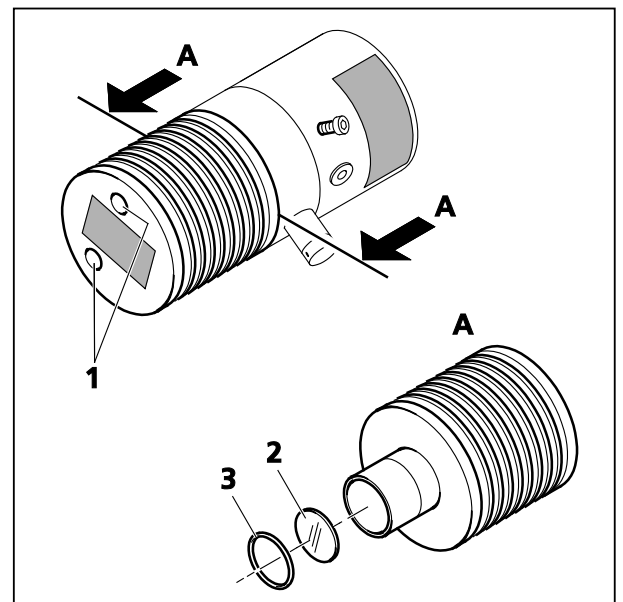

Bild 6 Graufilter installieren
- Die zwei Schrauben (Bild 6/1) am Gehäuse der VIS-LED lösen.
- Den O-Ring (Bild 6/3) vor der Streuscheibe herausnehmen.
- Das Graufilter 12 % (Bild 6/2) vor die Streuscheibe einlegen.
- Den O-Ring (Bild 6/3) einsetzen.